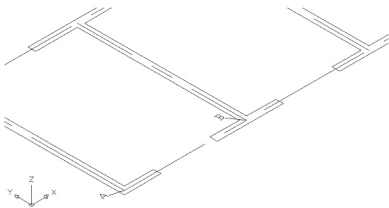
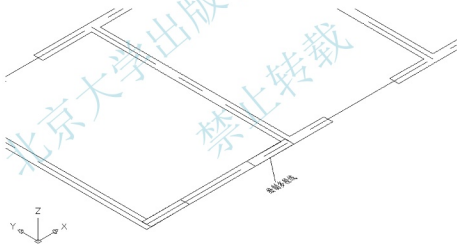

图 6.6 西南等轴测视图
图 6.7 绘制带有宽度的多段线
- (2) 执行菜单栏中的【视图】|【三维视图】|【西南等轴测】命令, 并用【窗口缩放】命令将视图调整图 6.6 所示的状态。
- (3) 打开【对象捕捉】, 并启动【多段线】命令。
- ① 在指定起点: 提示下, 捕捉图 6.6 中所示的 A 点作为多段线的起点。
- ② 在指定下一个点或 [圆弧(A)/半宽(H)/长度(L)/放弃(U)/宽度(W)]: 提示下, 输入“W”后按 **Enter** 键。
- ③ 在指定起点宽度<0.0000>: 提示下, 输入“240”后按 Enter 键。
- ④ 在指定端点宽度<240.0000>: 提示下, 按 Enter 键执行尖括号内的默认值“240.0000”。这样, 将多段线的宽度由“0”改为“240”。
- ⑤ 在指定下一点或 [圆弧(A)/闭合(C)/半宽(H)/长度(L)/放弃(U)/宽度(W)]: 提示下, 捕捉如图 6.6 中所示的 B 点作为多段线的终点, 按 Enter 键结束命令。结果绘制出一条宽度为 240mm 的二维多段线, 如图 6.7 所示。